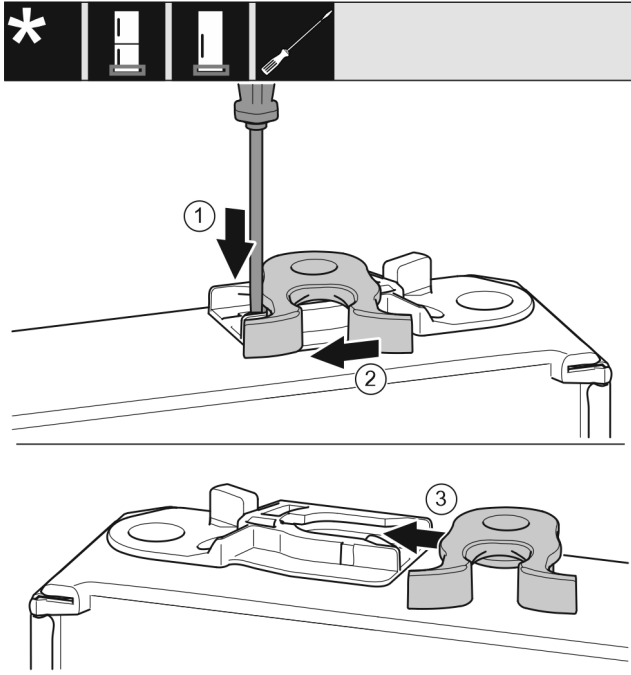

Fig. 18
- Shtypni për poshtë gjuhëzën Fig. 18 (1) me një kaçavidë me kokë petë.
- Nxirrni jashtë nga foleja udhëzuese grepat e mbylljes Fig. 18 (2).
- Futni grepat e mbylljes Fig. 18 (3) në fole të udhëzues në anën tjetër.